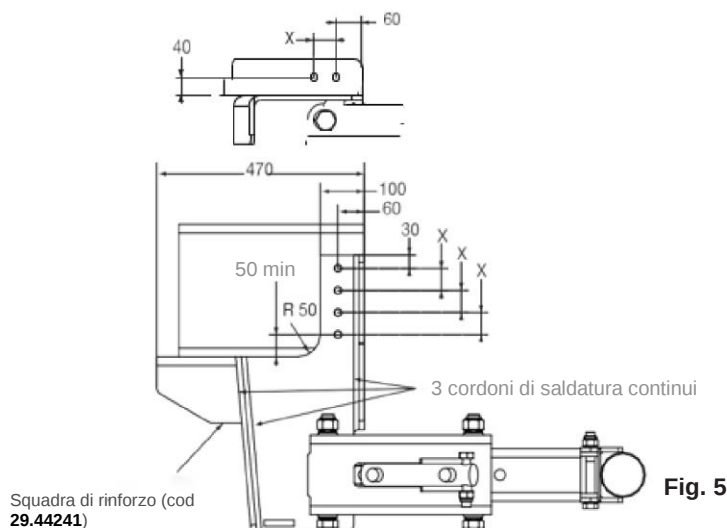
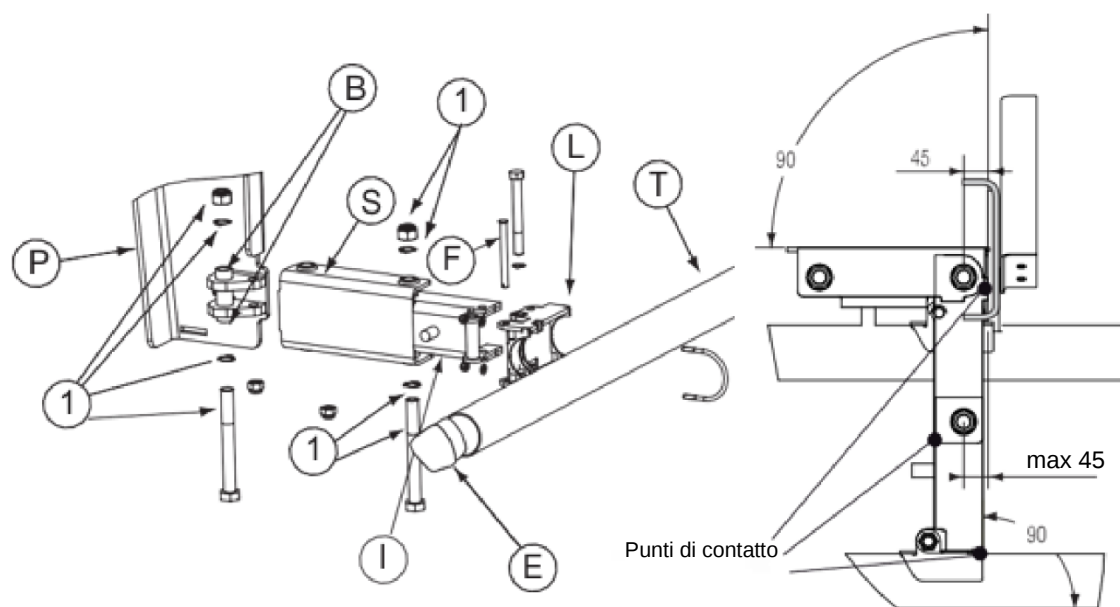
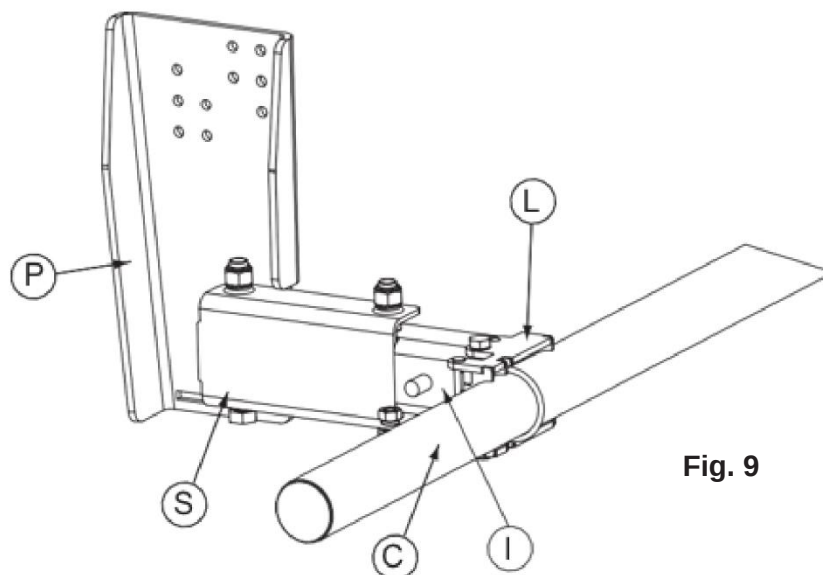

Fig. 5
Fig. 8
Fig. 9
- Posizionamento dei bracci superiori (**S**) sulle piastre (**P**) e fissaggio sulle sporgenze (**B**) con le viti M27 (1), le rondelle e i dadi forniti. Posizionamento e fissaggio dei bracci inferiori (**i**) sui bracci superiori (**s**) con le viti M27(1) (vedi Fig. 8). Le viti M27 devono essere serrate a fondo poi allentate di 1/6 di giro.
- Posizionamento dei supporti tubo (**I**) sui bracci inferiori (**i**) con la viteria M20 (2) prevista (vedi Fig. 9).
- Verificare le posizioni estreme dei bracci superiori (**s**) rispetto alle piastre (perpendicolare e parallela) e molare i punti di contatto se necessario (vedi Fig. 9).
- Posizionare le piastre (**P**) sui longheroni secondo le condizioni di installazione, poi procedere alla foratura di longheroni e piastre e assemblarli con le 20 viti M14 classe 10,9 passo fine (3), le rondelle e i dadi forniti ($C=180Nm\pm10\%$) o alla saldatura per i veicoli che rientrano nel Regolamento Europeo UE 2015/208.
- Se è stata scelta l'opzione squadra di telaio (cod. 29.44241), procedere al taglio delle piastre secondo la fig. 5 poi posizionare le piastre e le squadre sui longheroni, procedere alla loro foratura quindi assemblarle con 12 delle 20 viti (3), saldare poi le squadre alle piastre con 3 cordoni continui (fig. 5)
- Posizionamento dei bracci superiori (**S**) sulle piastre (**P**) e fissaggio sulle sporgenze (**B**) con le viti M27 (1), le rondelle e i dadi forniti. Posizionamento e fissaggio dei bracci inferiori (**i**) sui bracci superiori (**S**) con le viti M27(1) (vedi Fig. 8).
- Posizionamento dei supporti tubo (**L**) sui bracci inferiori (**i**) con la viteria M20 (2) prevista (vedi Fig. 9).
- Verificare le posizioni estreme dei bracci superiori (**S**) rispetto alle piastre (perpendicolare e parallela) e molare i punti di contatto se necessario (vedi Fig. 9).
- Dopo il posizionamento delle due maniglie (M), sistemare la barra paraincastro (T) (vedi fig. 10) nei supporti tubo da fissare (I) assicurandosi sempre dei punti di contatto della fig. 9.
- Verifica della posizione bassa (strada) con il posizionamento degli assi di sicurezza (**fig. 8**), alta (cantiere) e dei punti di contatto (**fig. 9**).
Posizionare i due paracolpi in gomma (c)(vedi **fig. 9**) fissandoli negli appositi fori sulla parte superiore dei bracci inferiori (i).